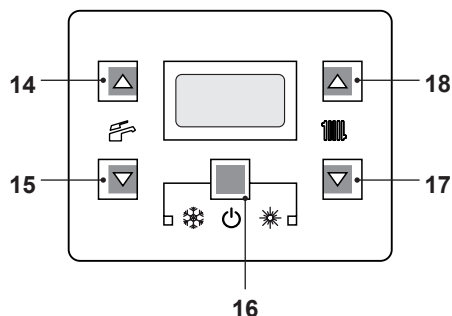
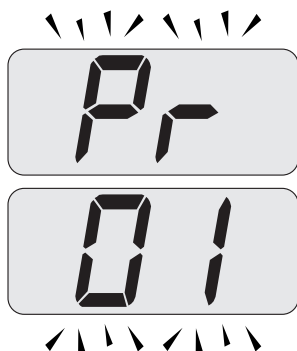

Figura 8.3
Figura 8.4
- Entrare in "modalità programmazione" premendo contemporaneamente per 10 secondi i tasti 16 - 17 - 18 (Figura 8.3) fino a far apparire sul display LCD le lettere **Pr** che si alternano con il codice **01**, indicanti l'entrata nel "parametro 01" (Figura 8.4).
e 18 (Figura 8.3) fino a far apparire sul display LCD il valore del parametro 05 (00=G20) (Figura 8.6).
- Premendo il tasto 16 (Figura 8.3) si ottiene la conferma del valore inserito.
- Premendo contemporaneamente i tasti 16 e 17 (Figura 8.3) si esce senza modificare il valore (ritorno alla lista parametri Figura 8.5)
- Premendo contemporaneamente per 10 secondi i tasti 16 - 17 - 18 (Figura 8.3) si esce dalla "modalità programmazione".